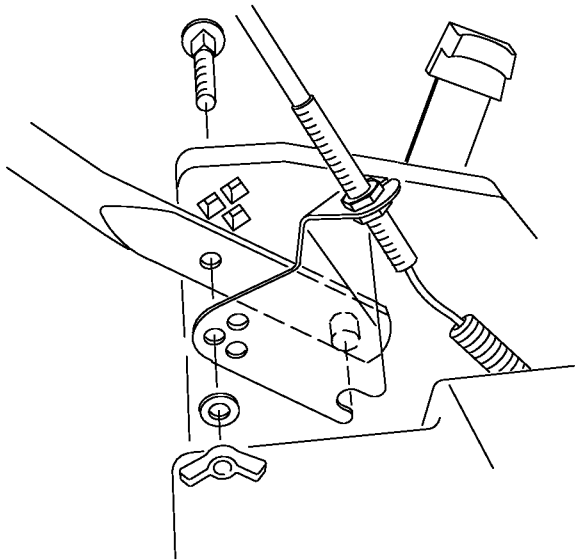

Figure 49
1. Retirer toutes les pièces de visserie des supports du guidon (Fig. 49).